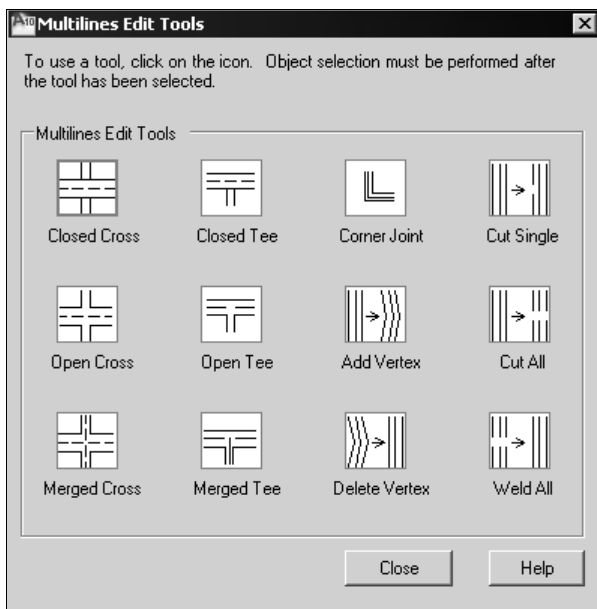

Рис. 7.14. Диалоговое окно для выбора способа редактирования конфигурации мультилинии
1. Откройте горизонтальное меню **Modify** (Редактировать) и выберите из него **Object** (Объект), а затем из дополнительного меню — **Multiline** (Мультилиния). Появится диалоговое окно **Multiline Edit Tools** (Редактирование мультилинии) (рис. 7.14).
1. Откройте горизонтальное меню **Modify** (Редактировать) и выберите из него **Object** (Объект), а затем из дополнительного меню — **Multiline** (Мультилиния). Появится диалоговое окно **Multilines Edit Tools** (Редактирование мультилинии) (рис. 7.14).